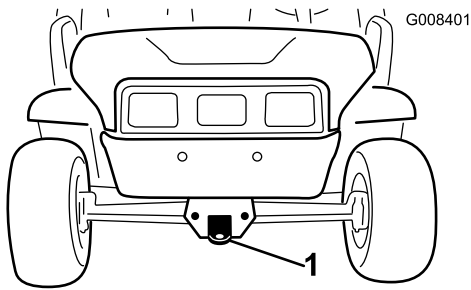
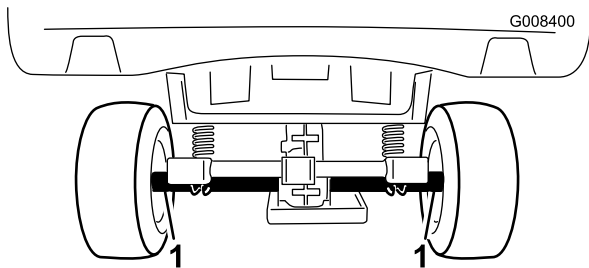

Bild 22
Bild 23
Befördern Sie die Maschine über lange Strecken auf einem Anhänger mit Rampen über die ganze Breite. Stellen Sie sicher, dass die Maschine auf dem Anhänger befestigt ist. In Bild 22 und Bild 23 finden Sie die Vergurtungsstellen der Maschine.
2. Befestigen Sie ein Abschleppseil an der Zunge vorne am Maschinenrahmen (Bild 22).